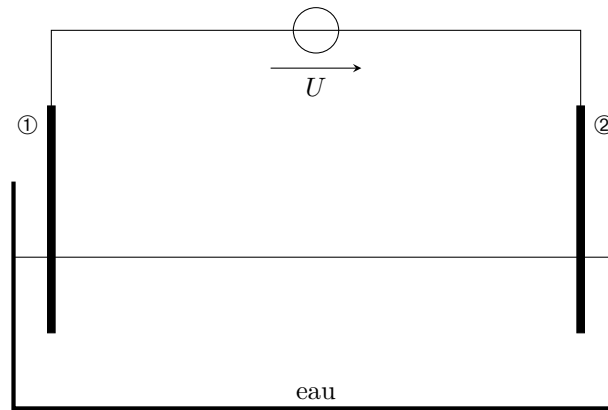

Figure 4 – Schéma de principe d'un électrolyseur.
- 1 - Compléter la figure 4 en indiquant le sens réel du courant. En déduire le sens de déplacement des électrons.